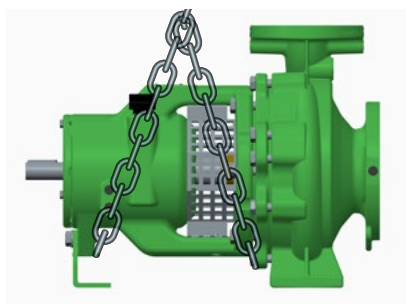

Figura 1 - Içamento do equipamento
• A bomba deve ser transportada observando as orientações da Figura 1. Evite danificar o mancal da bomba transportando-a suspensa por qualquer parte do eixo. Nunca suspenda a bomba pela extremidade do eixo.